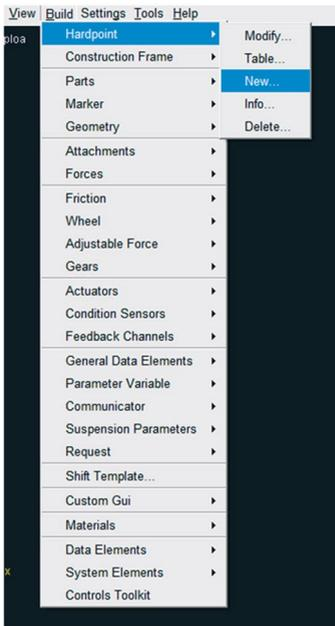

Figura 5.12 – Ativação da janela para criação de *hardpoints*.
Para criação dos *Hardpoints* ilustrados na Figura 5.12:
- Acesse o menu *Build*, clique em *Hardpoint* e, em seguida, clique em *New* (Figura 5.12).